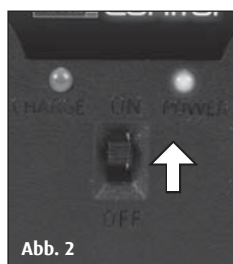

Abb. 2
3. Die Fernsteuerung einschalten, die Power-LED leuchtet rot (Abb. 2).